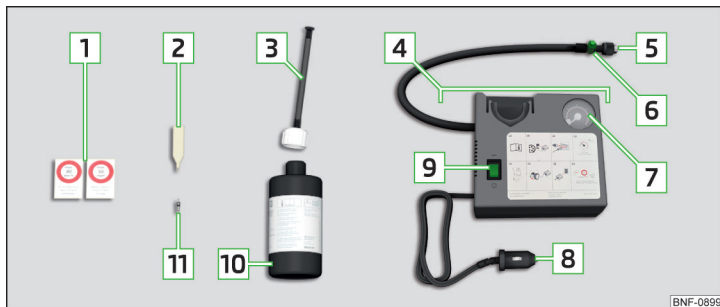

Fig. 156 Descrierea setului de pană
- Aplicați cheia de ventilă 2 » *fig. 156 la pagina 133* pe inserția ventilului, astfel încât aceasta să se potrivească în fanta cheii.
- Înșurubați bine furtunul de umplere 5 » *fig. 156 la pagina 133* pe ventil. ▶
- ▶ Lipiți autocolantul corespunzător **1** » fig. 156 la pagina 133 pe planșa de bord, în câmpul vizual al șoferului.